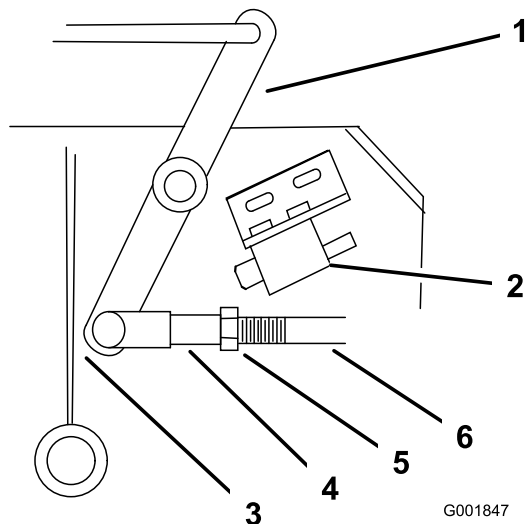

Figura 51
4. Ajuste la longitud del acoplamiento hasta que el extremo inferior de la palanca acodada casi roce el refuerzo del soporte del eje (Figura 51).
9. Afloje la tuerca de la horquilla (Figura 51).